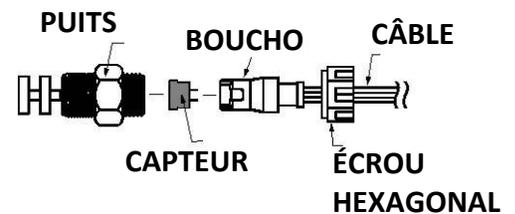

Figure 12. Vue éclatée d'un ensemble de thermostat étanche aux intempéries montrant la pièce de remplacement du capteur.
- Déposer le puits. Pour les modèles étanches aux intempéries, dévisser le bouchon hexagonal. Pour les modèles de Classe I, Groupe D, dévisser le puits de son logement. Voir les figures 12 et 13.